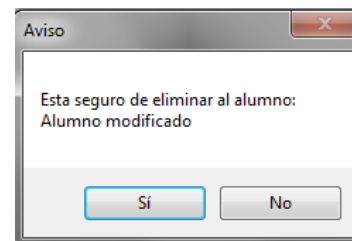

Figura 8. Eliminar alumno.
4. Confirme dando clic en el botón "Sí" o cancele con el botón "No" (figura 8).